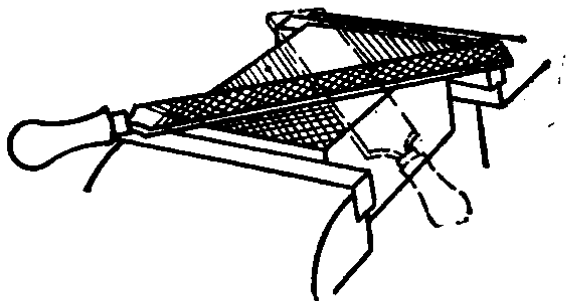

图1-10 交叉锉
2. 交叉锉 交叉锉是锉痕交叉的锉法,如图1-10所示。从锉痕交叉处的 接 合 情 况,可以判断 锉 面 的 平 整 程 度,从而便于 锉 平 平 面。同时交叉锉加大了 锉 刀 与 工 件 的 接 触 长 度,使 锉 刀 的 运 动 较 为 平 稳。